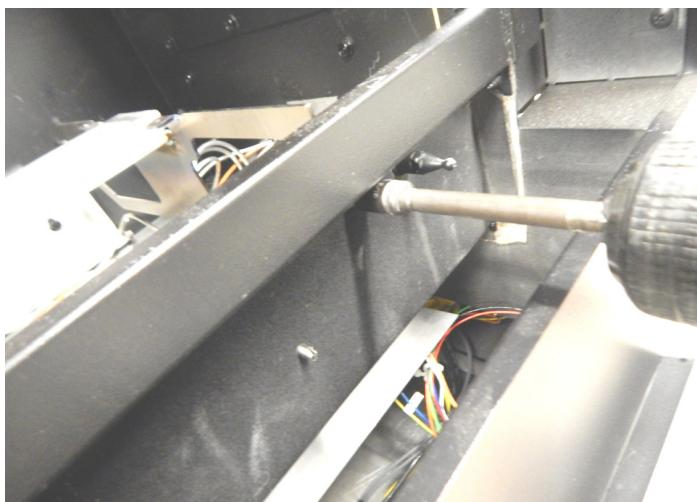

Figure 3
10. Pour remplacer l'orifice du brûleur, retirer quatre (4) vis hexagonales de 5/16 po qui fixent les supports extérieurs du brûleur. Chaque support d'extrémité est fixé à l'aide de deux (2) vis. **Voir la Figure 3** pour l'emplacement de la vis avant et la **Figure 4** pour l'emplacement de la vis arrière.